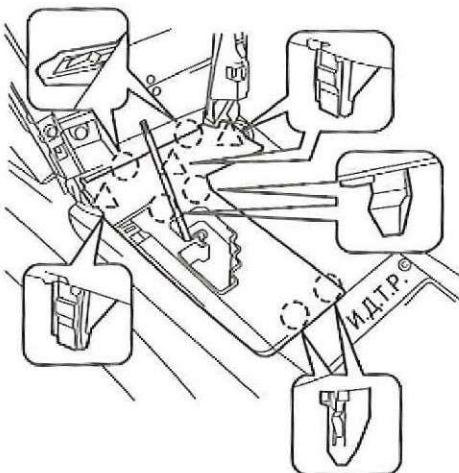

Рис. 6.14. Крепление центральной облицовки тоннеля пола
13. Преодолевая сопротивление фиксаторов (рис. 6.14), отведите накладку центральной облицовки тоннеля пола в сторону и отсоедините от выключателей обогрева передних сидений колодки жгутов проводов. Снимите центральную накладку тоннеля пола.